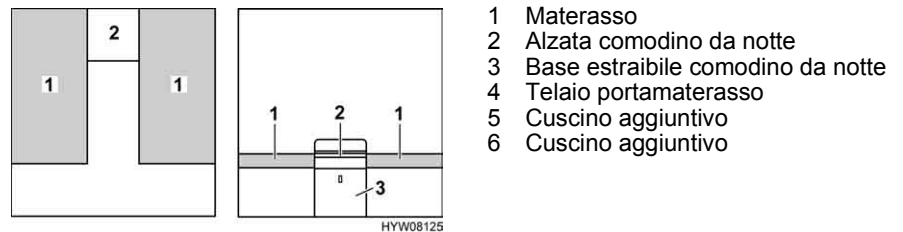

Fig. 90 Prima della trasformazione
- Rimuovere l'alzata del comodino da notte (Fig. 90,2) e metterla da parte.